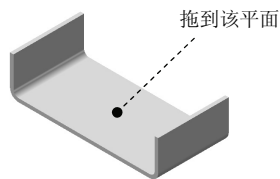

图 4.3.23 选取工具放置面
Step3. 单击“设计库”对话框中的 form\_tool 节点, 在设计库下部的预览对话框中选择 form\_tool\_01 文件并拖动到图 4.3.23 所示的平面, 在系统弹出的“成型工具特征”对话框中单击按钮。